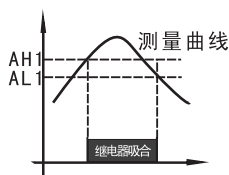

图1
2. 设定 AH1>AL1 (AH2>AL2)，当测量值 $\geq$ AH1时，继电器吸合；当测量值 $\leq$ AL1时继电器释放，继电器动作情况见图1，常用于上限报警。